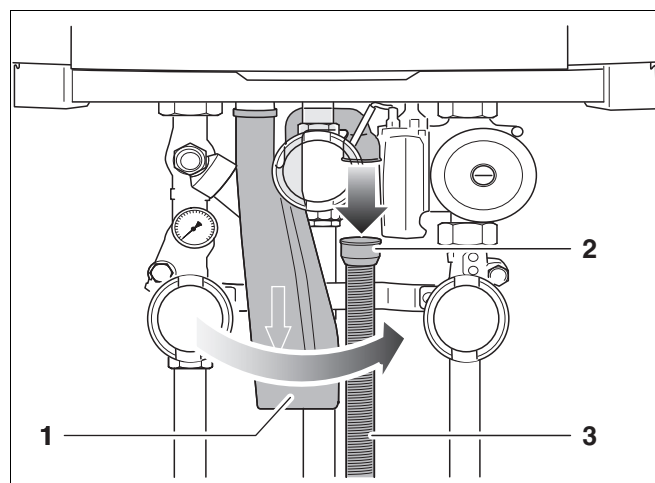

Рис. 108 Отсоединение гофрированного шланга
- Отсоединить гофрированный шланг (рис. 108, поз. 3) с резиновой манжетой (рис. 108, поз. 2) от сифона (рис. 108, поз. 1).
- Повернуть сифон на четверть оборота по часовой стрелке (рис. 108).